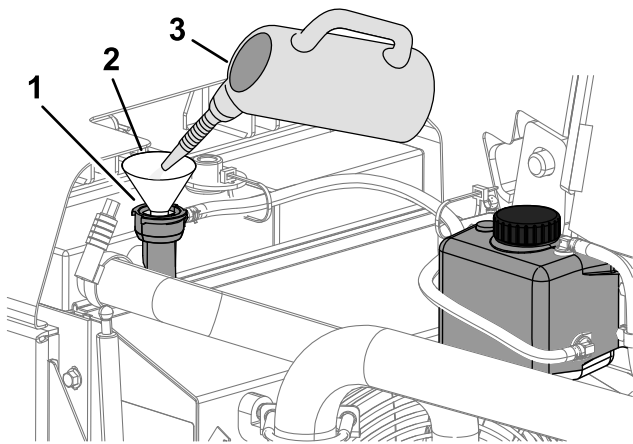

Figura 107
- B. Añada una solución de limpieza para sistemas de refrigeración al radiador por el cuello de llenado (Figura 107).